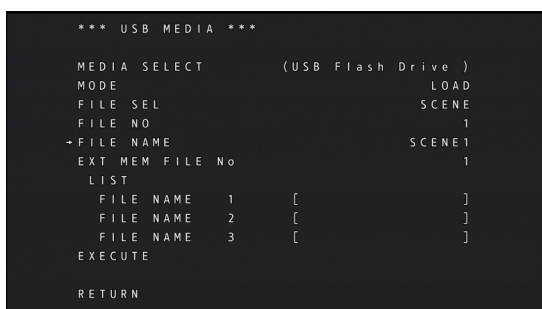
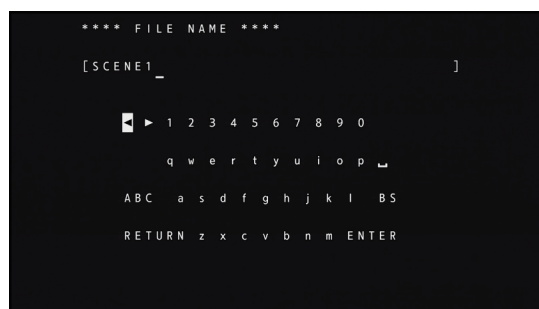

図 1
図 2
- 1 〈SELECT〉ダイヤルボタンを押す。(図 1、図 2)